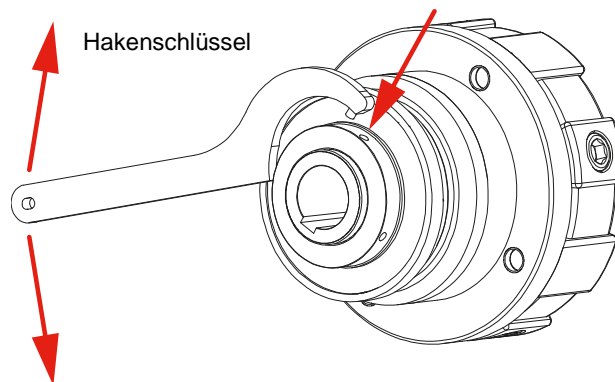

Bild 7
7.4 Verstellen des Drehmoments (Bild 7)
1. Gewindestifte (18) aus der Einstellmutter (7) mit einem Innensechskantschlüssel herausdrehen.
2. Einstellmutter (7) mit Hilfe eines Hakenschlüssels (Bild 7) um das Maß „a“ verdrehen, das der Veränderung auf das gewünschte Grenzdrehmoment M_G entspricht.
3. Einstellmutter (7) durch Eindrehen der radial angeordneten Gewindestifte (18) mit Drehmoment lt. Tabelle (Kapitel 3.4) sichern.